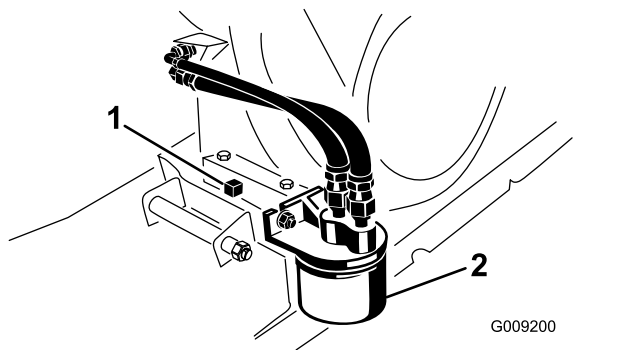

Figura 34
6. Coloque um recipiente de escoamento debaixo do bujão de drenagem (Figura 34).
7. Retire o tampão de escoamento e o vedante (Figura 34).
2. Retire o filtro de óleo existente (Figura 34).
4. Enrosque o novo filtro no adaptador do filtro até que a junta entre em contacto com a placa de montagem; em seguida, aperte o filtro mais ½ a ¾ de volta (Figura 34).